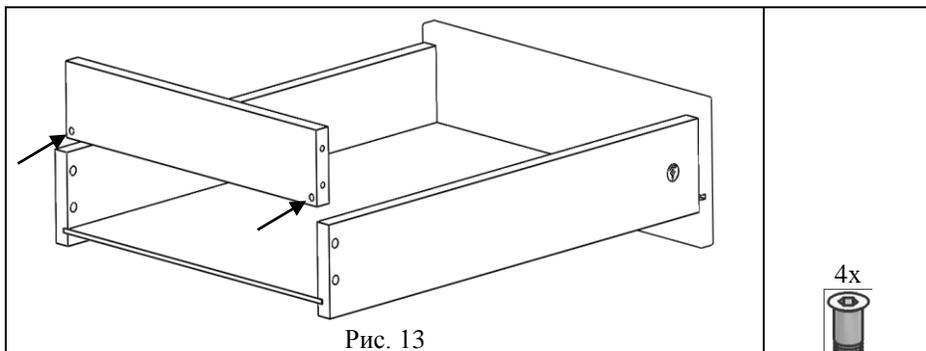

Рис. 13
5.2.4. К сборке по п. 5.2.3 прикрутить стенку заднюю (поз. 7) при помощи винтов конфирмат KON 7,0x50 (поз.1, пакет №129), см. рис. 13.
Рис. 13а